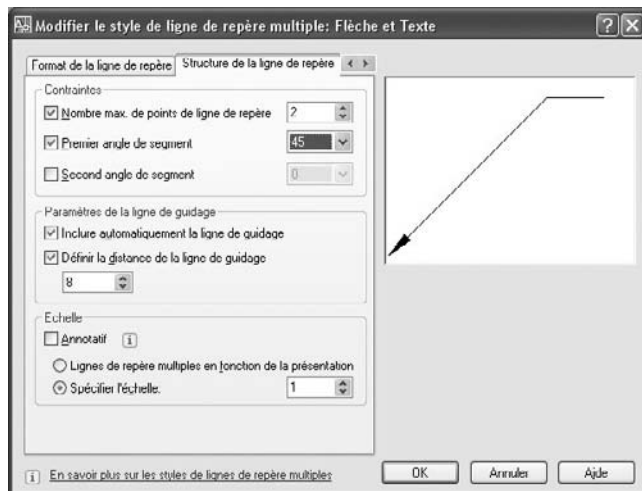

Fig.9.39
- [7] Dans l'onglet **Structure de la ligne de repère multiple** (Leader Structure), sélectionner ou désélectionner les options suivantes (fig.9.39):